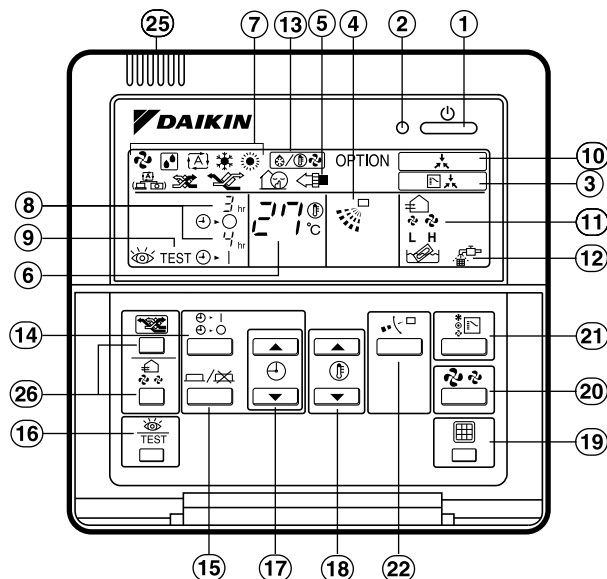

Abb. 1
- In Abbildung 1 ist die Fernbedienung mit geöffneter Vorderabdeckung dargestellt.